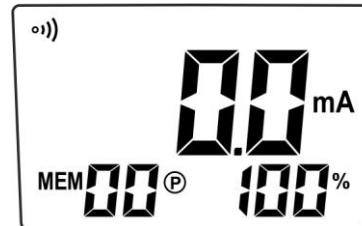

Fig. 24
2. El instrumento muestra el mensaje “**OL Ω**” en el visualizador, ya que se configura automáticamente para la medida de resistencia Realice una breve pulsación de la tecla **▲A** para entrar en el modo de medida de la corriente. Se muestra la pantalla de Fig. 24.